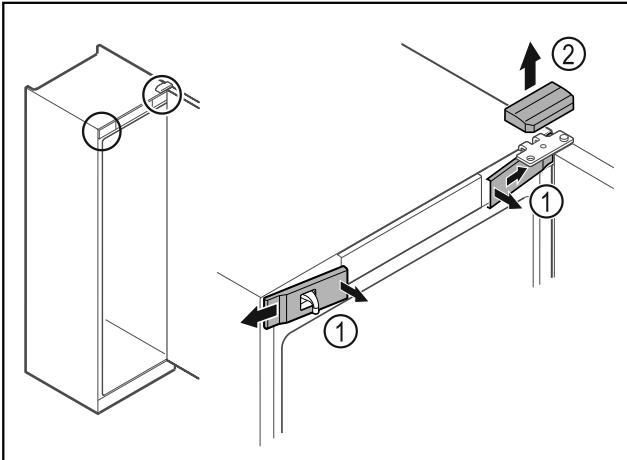

Fig. 11
- Vidinėje pusėje atfiksuojite priekines dengiamąsias plokštėles Fig. 11 (1) ir nuimkite jas į šoną.
- Nuimkite viršutinę dengiamąją plokštę Fig. 11 (2) į viršų.